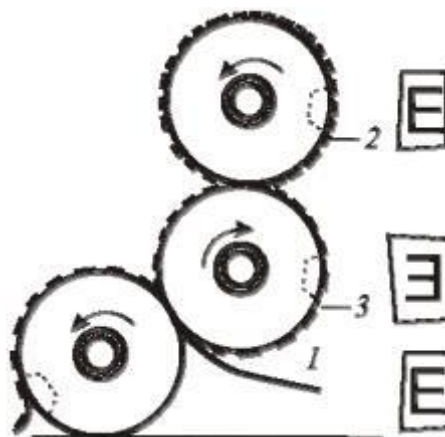

Рис. 2.2. Схематичне зображення передачі фарби з друкарської форми на папір непрямим способом: 1 - папір; 2 - друкарська форма; 3 - гумовотканинне полотно.
2) непрямий спосіб, коли фарба з друкарської форми передається на матеріал, що запечатується, за допомогою проміжного циліндра, на якому укріплене гумовотканинне полотно (рис. 2.2). У цьому випадку друкарська форма 2 в процесі друкування стикається з пружноеластичною (гумовотканинній) пластиною 3, яка приймає на себе